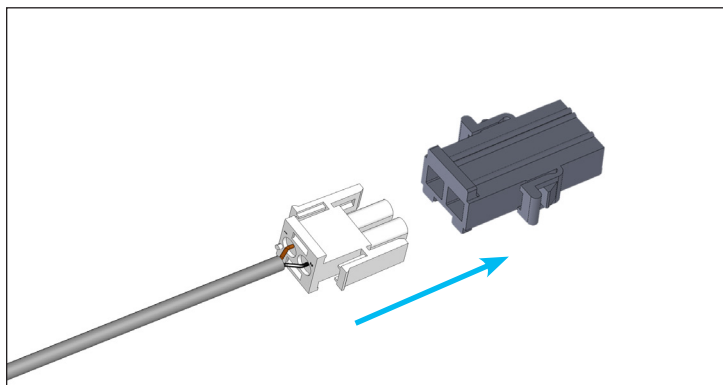

Fig. 2. Connecteur Molex du panneau de signes et prise de la zone de signes.
2. Branchez le fil de l'ensemble du panneau de signes dans la prise. Voir fig. 2.